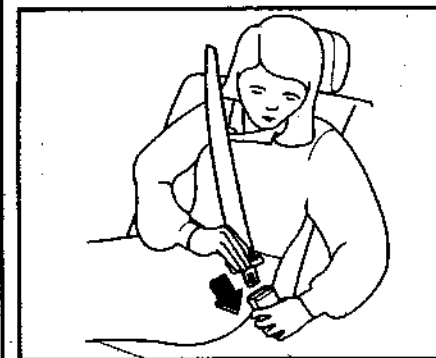

Рис. 27. Застегивание пряжки ремня безопасности
3. Вложите пряжку ремня в замок (рис. 27). Если при этом услышите щелчок, то пряжка правильно застегнута.